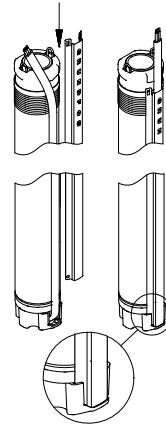

Fig. 9
2. Poziționați cămașa cablului în locul special din mușa cablului. Cele două orificii laterale ale scutului cablului trebuie să intre în marginea superioară a mantiei pompei, vezi fig. 9.